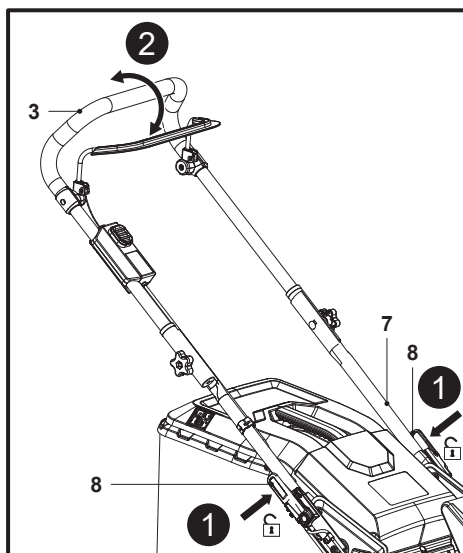

Fig. 10
1. Appuyer sur les deux leviers de verrouillage (8) et les désengager des deux côtés du guidon inférieur (7) (Fig. 10, étape 1).
2. Maintenir les deux leviers de verrouillage (8), puis saisir le guidon (3) et le faire pivoter doucement (Fig. 10, étape 2) jusqu'à ce que la goupille de verrouillage (8a) du levier de verrouillage (8) s'engage automatiquement dans l'un des deux autres trous (9a) du support de guidon (9).